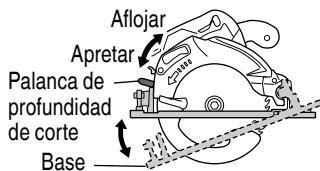

Fig. 12
1. Ajuste de la profundidad de corte (Fig. 12)
Si la palanca de ajuste de la profundidad de corte (Fig. 12) estuviese floja, podrían producirse lesiones. Cerciórese de que esté apretada con seguridad.